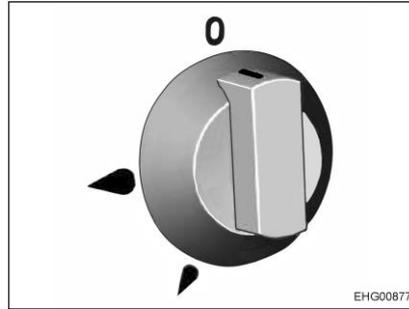

Fig. 131 Pomello girevole
- Ruotare il pomello girevole (Fig. 131) dell'impianto a fiamma libera desiderato in posizione accesa (fiamma alta) e tenerlo premuto.
- Premere il pomello girevole (Fig. 131), ruotarlo sulla posizione accesa (fiamma alta) e tenerlo premuto.
- Premere leggermente il pomello girevole (Fig. 131) e ruotarlo fino al livello massimo (240 °C).